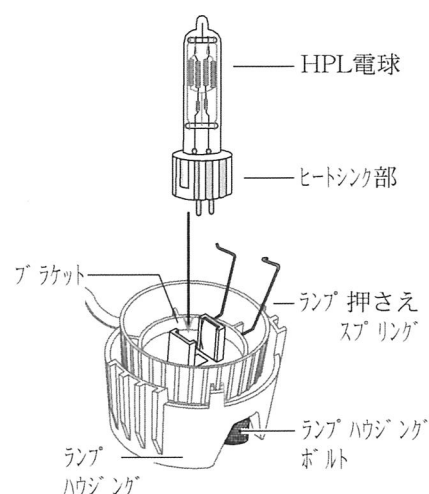

図 1
4. 図1のように、ヒートシンクの平面を電球ソケットの両側に合わせて下さい。